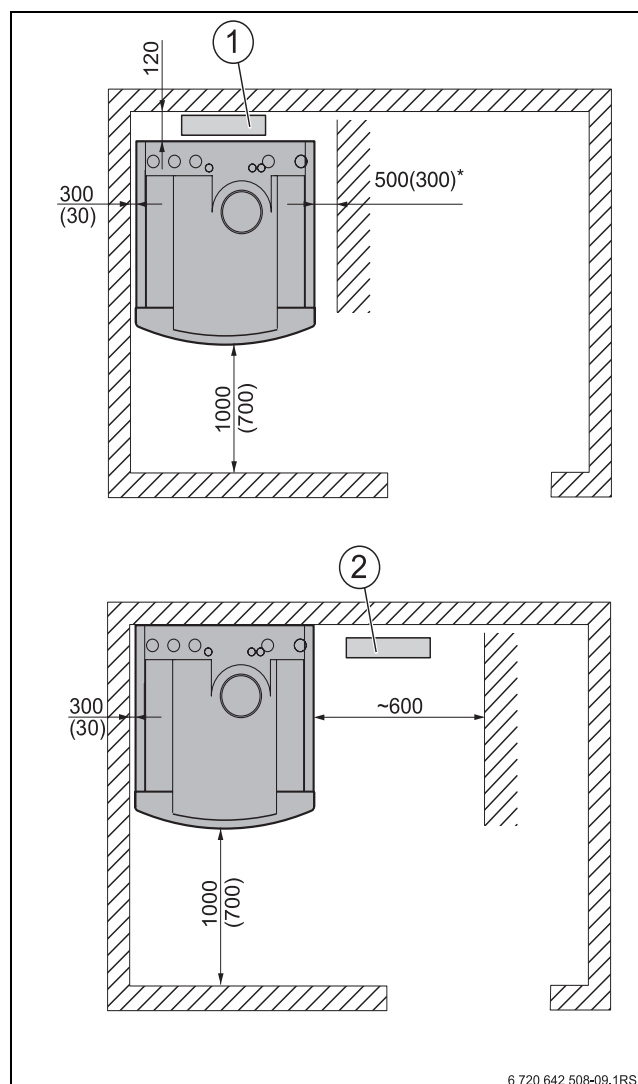

Fig. 16 Aanbevolen wandafstanden, tussen haakjes minimale wandafstanden (in mm)
- Minimale hoogte (→ Tabel 4, pagina 11) en de minimale wandafstanden in de opstellingsruimte (→ Fig. 16) aanhouden.